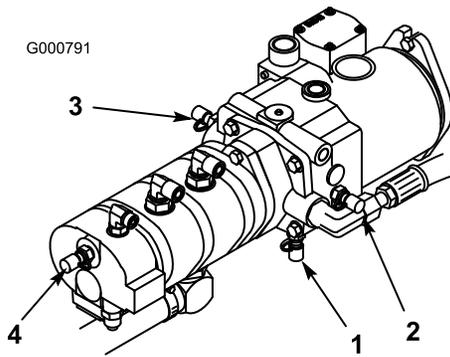

Figura 79
4. El punto de prueba D, ubicado en la parte inferior de la transmisión hidrostática (Figura 79), se utiliza para medir la presión de carga de la transmisión.
5. El punto de prueba E se utiliza para medir la presión de la tracción hacia adelante (Figura 79).
6. El punto de prueba F se utiliza para medir la presión de la tracción hacia atrás (Figura 79).
7. El punto de prueba G se utiliza para medir la presión del circuito de dirección (Figura 79).